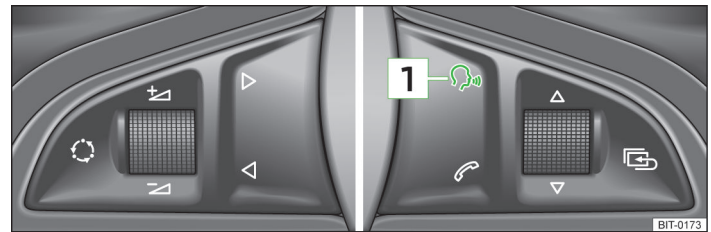

Abb. 82 Multifunktionslenkrad: Sprachbedienung
Durch kurzes Drücken der Taste **1** » Abb. 82 am Multifunktionslenkrad.
Wenn das System gerade eine Meldung abspielt, dann ist es notwendig, die gerade abgespielte Meldung durch kurzes Drücken der Taste **1** » Abb. 82 am Multifunktionslenkrad zu beenden.
- durch kurzes Drücken der Taste **1** » Abb. 82 am Multifunktionslenkrad.